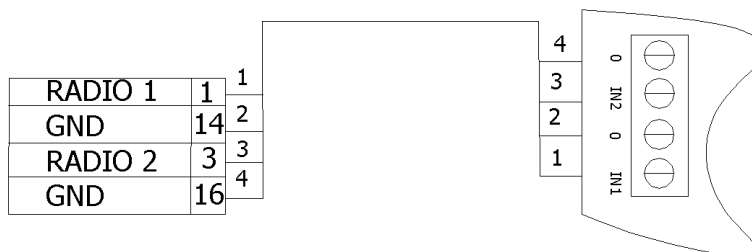

Рисунок 7 - Подключение радиоканалов
- Подключите линковочный кабель, идущий к COM-порту компьютера с ПО «Андромеда» (на рис. 7 не показано), к COM-порту 2 процессора ЦС.